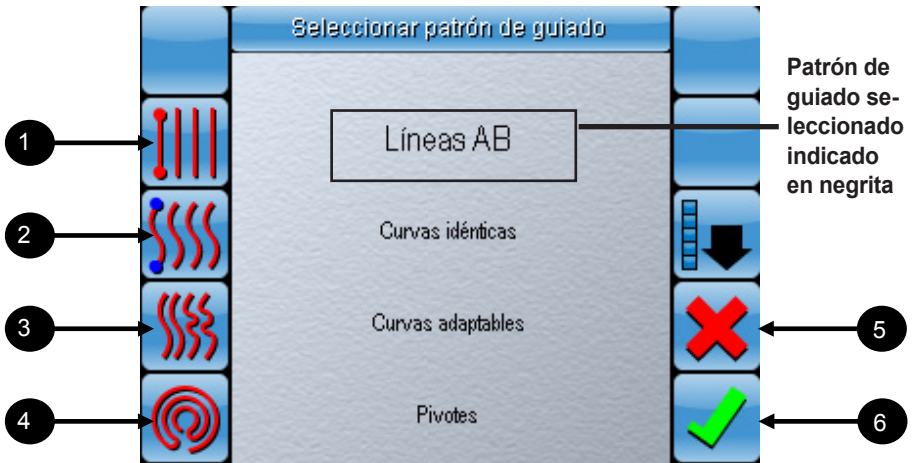

Figura 6-18. Pantalla de selección de patrón de guiado
6. Seleccione  para aceptar la selección. Si se acepta, ingresará en una pantalla similar a la que aparece en la figura 6-18. Esta pantalla aparece cuando se acepta un patrón de guiado. Aquí podrá guardar, editar, eliminar o importar un archivo de patrón de guiado.